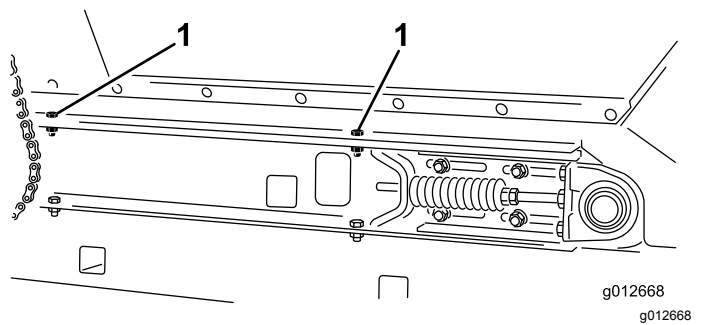

Figure 26
2. De chaque côté de la machine, retirez les 2 vis, les 2 rondelles et les 2 contre-écrous qui fixent la trémie sur les rails du cadre coulissant (Figure 26).